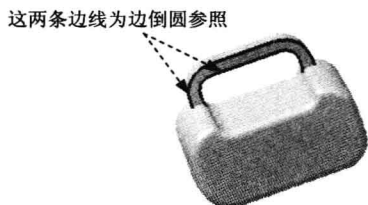

图 1.14 边倒圆特征 5
Step9. 创建边倒圆特征 5。选取图 1.14 所示的两条边线为边倒圆参照，其圆角半径值为 3。